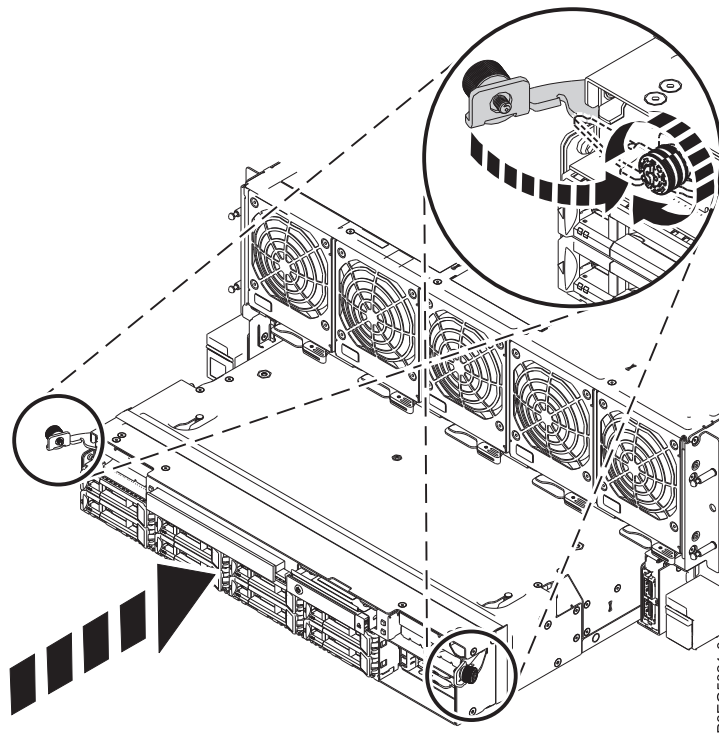

Figure 13. Remise en place du fond de panier d'unité de disque à l'avant du châssis du système
3. Appuyez sur les taquets de verrouillage et serrez les vis, comme illustré à la figure 13.